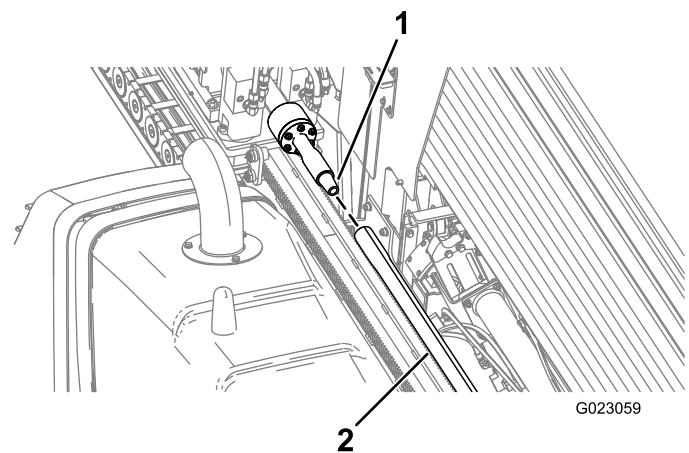

Figure 50
6. Faites tourner l'arbre de forage dans le sens horaire et déplacez le chariot lentement en avant pour insérer l'arbre dans le côté femelle de la tige (Figure 50).
9. Faites tourner l'arbre de forage dans le sens horaire et déplacez le chariot lentement en avant pour insérer l'arbre dans le côté femelle de la tige (Figure 50).